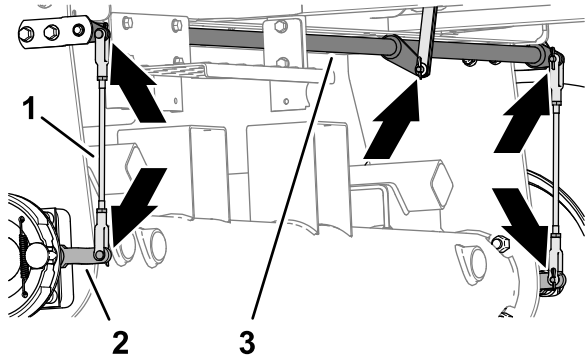

図 71
1. 左右のブレーキロッドアセンブリ図71に破損や摩耗がないか点検する。
2. ブレーキのピボットシャフト図71に摩耗や破損がないか点検する。